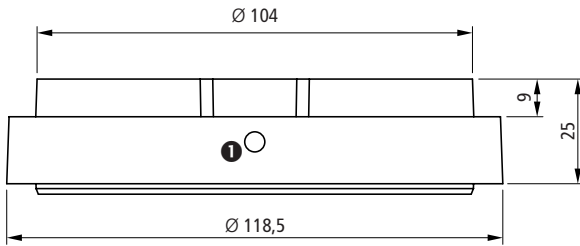

Abb. 5 Maßbild
²⁾ siehe Maßbild (s. Abb. 5)
Durch das Eindrehen einer Schraube in die Senkung ❶ (s. Abb. 5) kann der Melder gegen eine Entnahme gesichert werden.